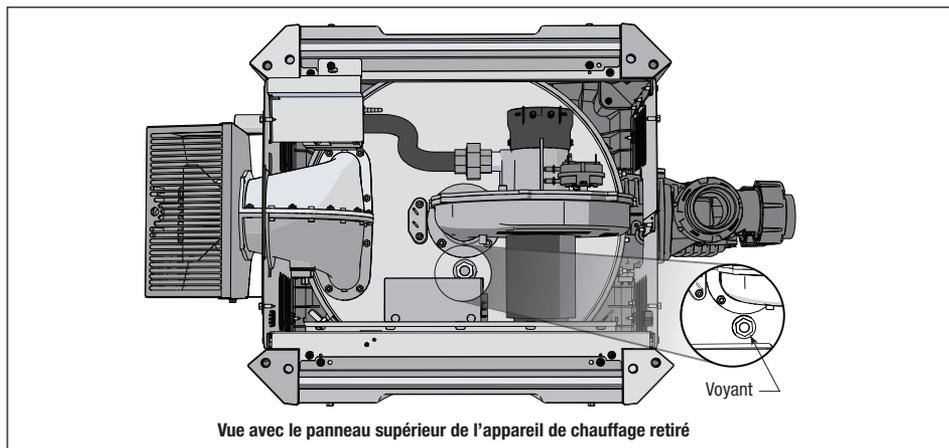

Figure 35. Retirer le dessus de l'appareil de chauffage pour voir le voyant
- Vérifier visuellement la flamme du brûleur principal. Retirer le dessus de l'appareil de chauffage pour inspecter le voyant. Voir la *Figure 35*.